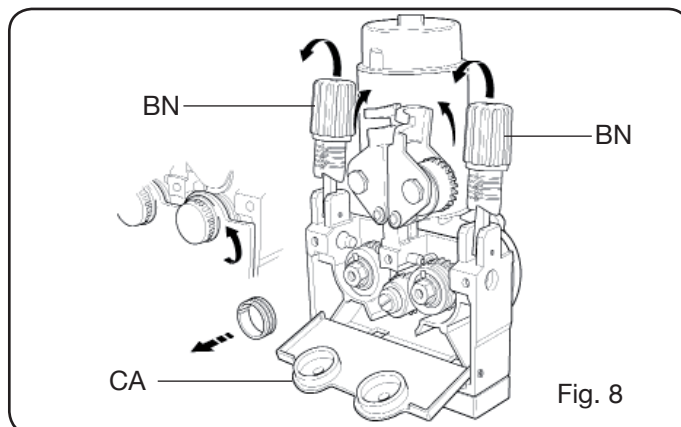

Fig. 8
- Controleer of de geul van de rollen geschikt is voor de gebruikte diameter. Verricht de volgende procedure om de rollen eventueel te vervangen (Afb. 8):